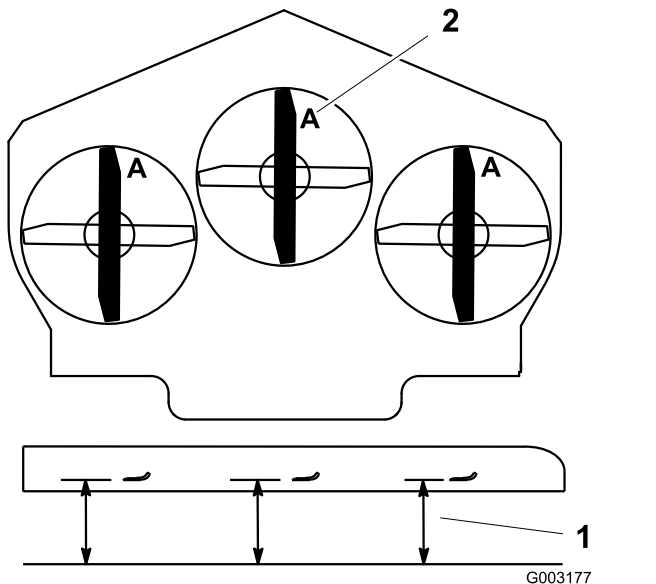

Figura 108
4. Mida desde una superficie nivelada hasta el filo de corte, posición **A**, de las cuchillas (Figura 108).